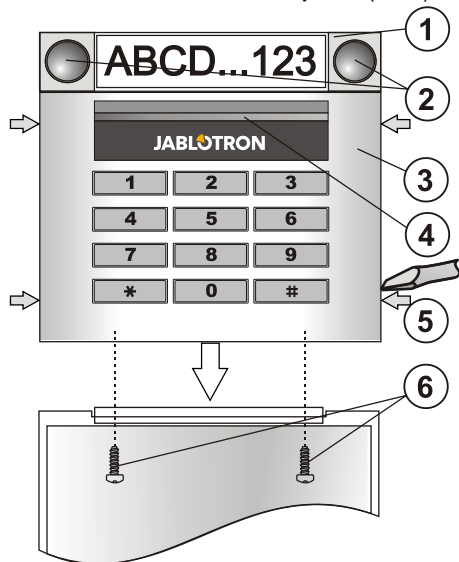

Figure : 1 - segment de commande; 2 - touches du segment; 3 - module du clavier; 4 - touche d'activation éclairée; 5 - cliquets d'ouverture; 6 - vis du capot
- Appuyez progressivement sur les quatre cliquets latéraux (voir la figure 1) et retirez le clavier de la gaine plastique.
- Raccordez le câble du bus à la réglette de bornes (11).